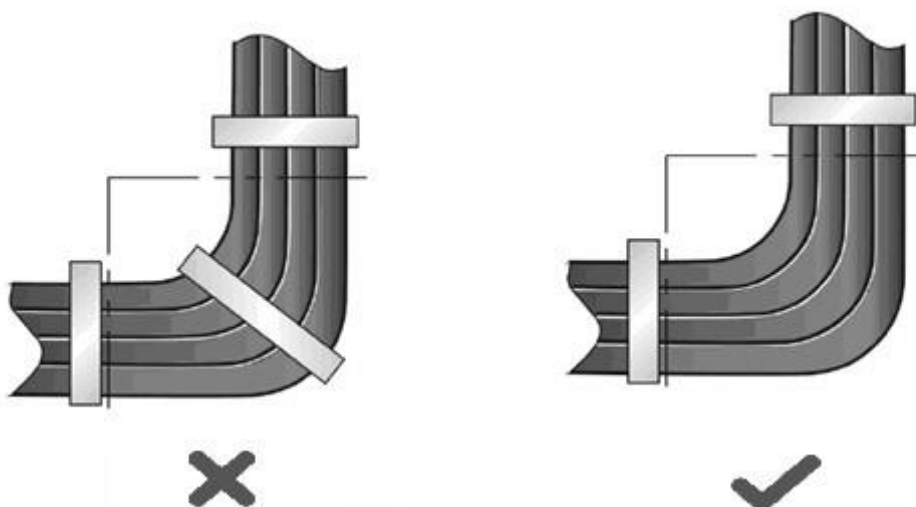

Рисунок 22. Стяжка проводов (3)
- Когда вам требуется согнуть кабели, первым делом стяните их. Не сгибайте кабель на месте стяжки. В противном случае, большая нагрузка ложится на кабели и их сердечники могут порваться. (Рисунок 22).